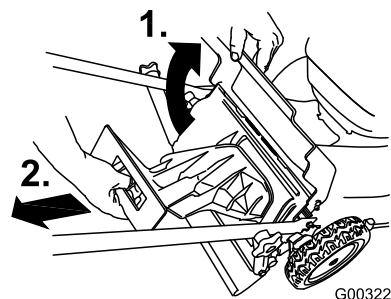

Bild 24
1. Heben Sie die hintere Klappe an und halten Sie sie hoch (Bild 24).
2. Nehmen Sie die Heckauswurfklappe ab (Bild 24).